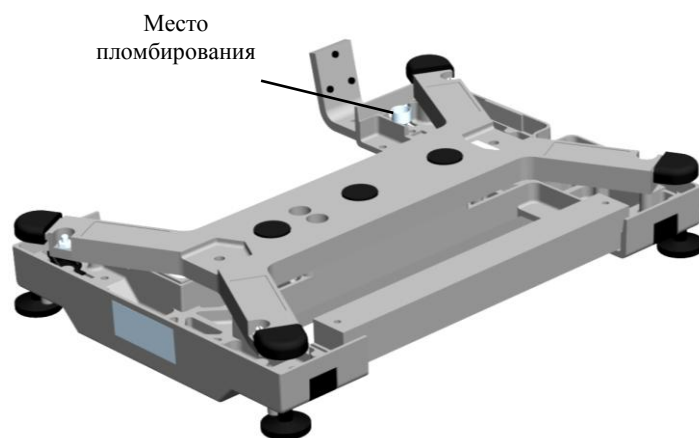

Рис. 12.1 - Пломбирование весов
- нанести на весы оттиск поверительного клейма (Рис. 12.1).